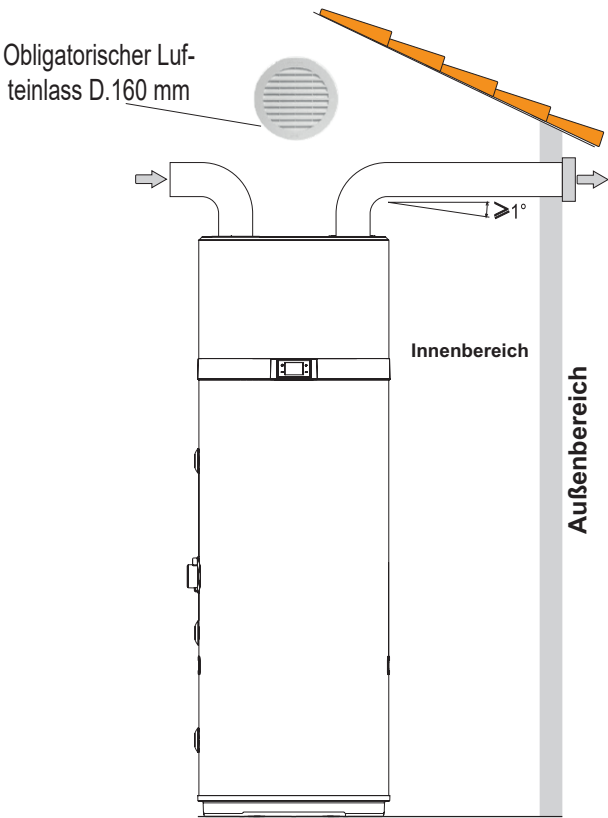

fig. 53 - Beispiel für einen Luftauslassanschluss
- Erstellen Sie einen speziellen Luftkanal, wie in fig. 53 angegeben.